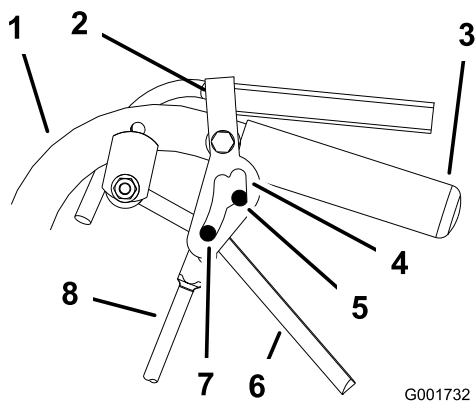

Figura 38
5. Disinserite e inserite il blocco in folle verificando che il pneumatico non ruoti (Figura 38). Continuate questa procedura fino a quando il pneumatico non gira più.